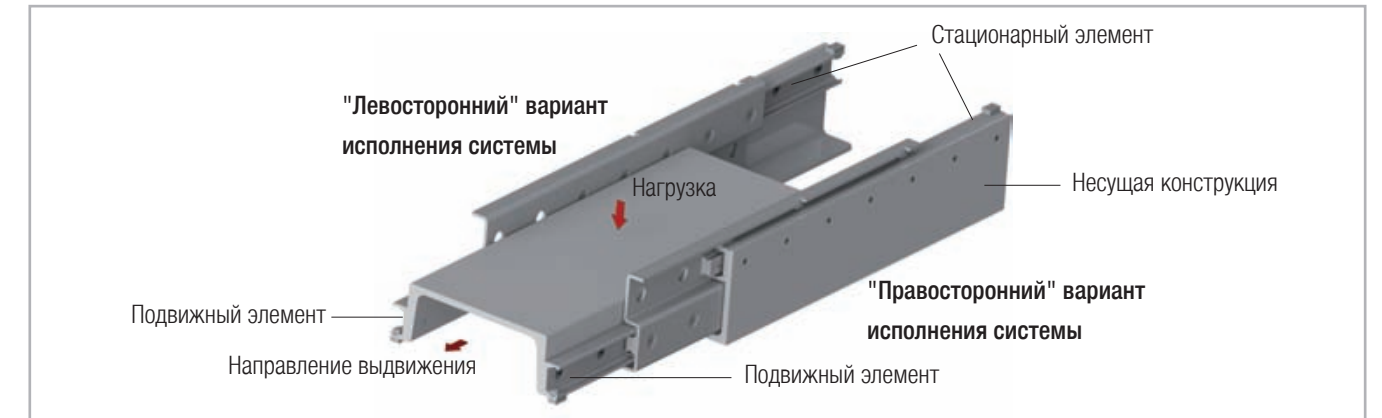

Рис. 79
- При монтаже следить за тем, чтобы нагрузка крепилась к подвижному элементу (к нижней направляющей) (см. Рис. 79). Крепление нагрузки к направляющей, которая рассчитана на выполнение функций стационарной, отрицательно сказывается на работоспособности системы.